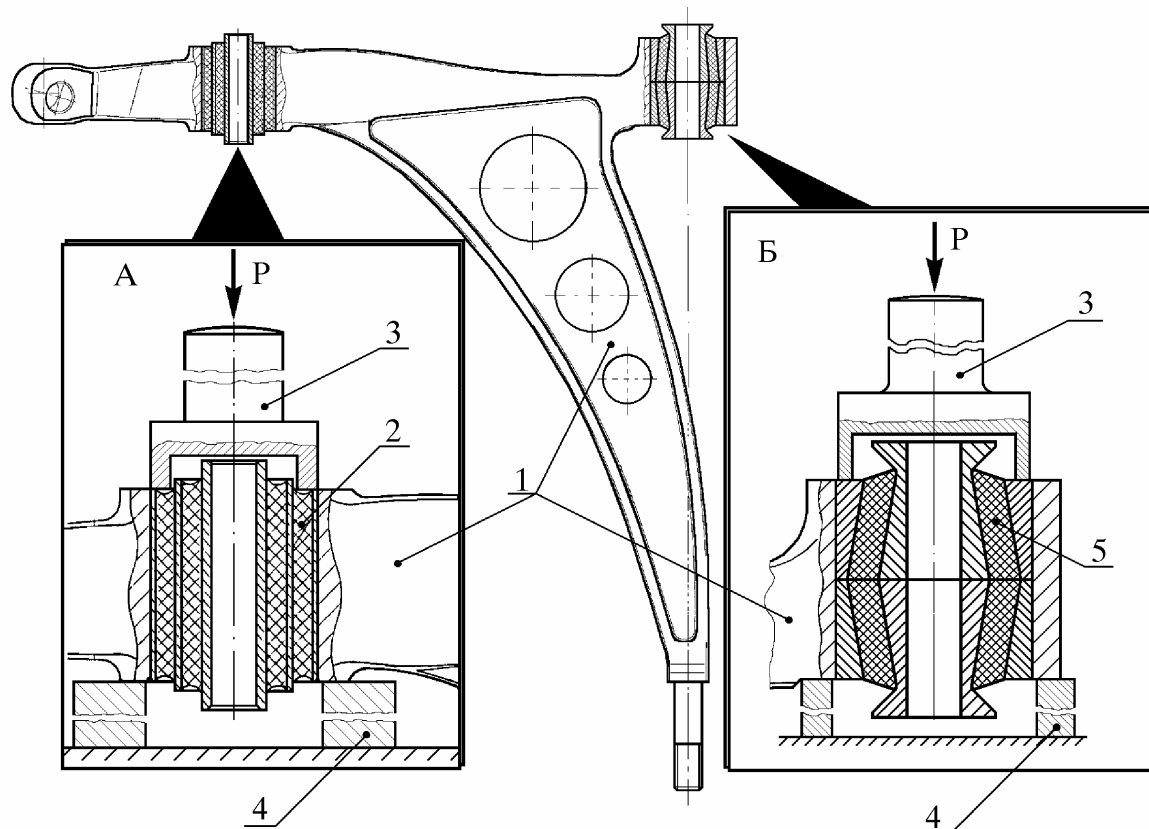

Рис. 2. Выпрессовка шарнира амортизатора и сайлентблока из отверстий нижнего рычага:
- 3.3. Приспособление и оправка технологические - для выпрессовки шарнира амортизатора и сайлентблока из отверстий нижнего рычага (рис. 2).
4.5.1. Установить нижний рычаг 1 (рис. 2) на приспособление 4 на столе прессы, резьбовым хвостовиком вниз, как показано на рисунке